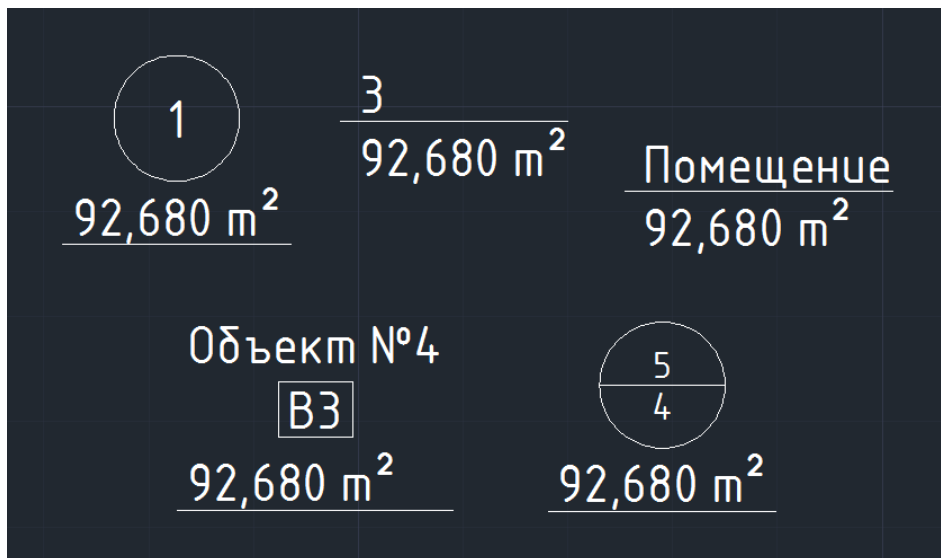
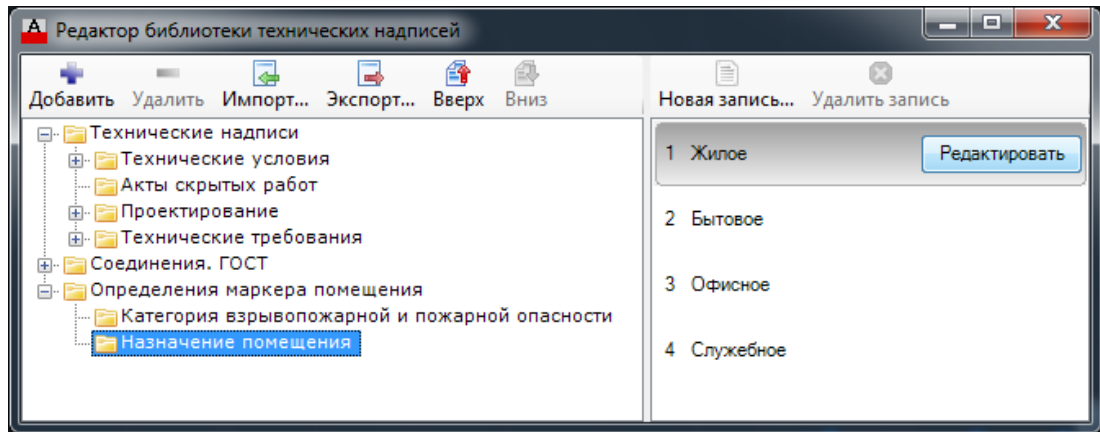

Рис. 3 Типы маркеров помещения
Рис. 4 Определения маркера помещения, списка ГОСТов соединений
Маркер помещения имеет несколько типов (Рис. 3) и позволяет рассчитать площадь помещения по контуру. Различные типы маркера позволяют указать не только номер и наименование помещения, но и тип пола, и категорию взрывопожарной и пожарной опасности. Списки назначений помещения и категорий опасности могут быть настроены в редакторе библиотеки в соответствующем разделе (Рис. 4).
- Список ГОСТов обозначения сварного соединения, доступных для выбора в диалоге настройки обозначения, может быть дополнен в редакторе библиотеки в соответствующем разделе (Рис. 4).